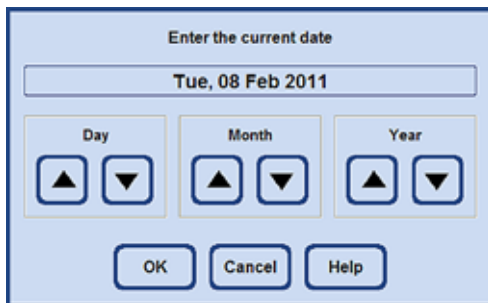

Fig. 92
- Prin apăsarea butonului **DATE** (DATA), se deschide fereastra de setări (Fig. 92).